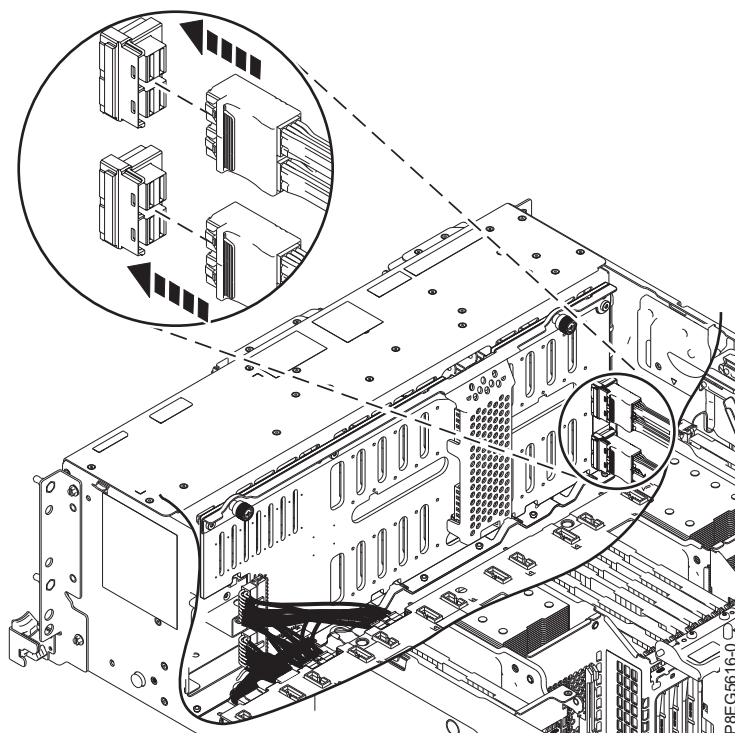

Figura 19. Reconectando os cabos SAS frontais
6. Reconecte os cabos SAS frontais ao painel traseiro da unidade de disco, conforme é mostrado na Figura 19 na página 20. Empurre os conectores até que a trava se encaixe. Organize os cabos junto à